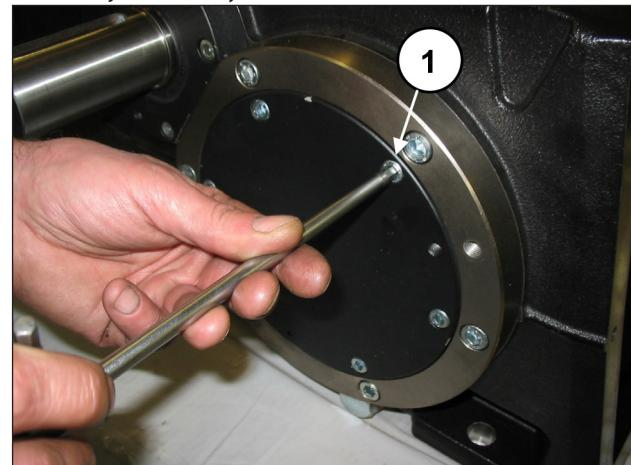

Fig. 10
Desmontar las dos tapas del cojinete aflojando los tornillos (pos. ①, Fig. 10) que actúan como extractores.